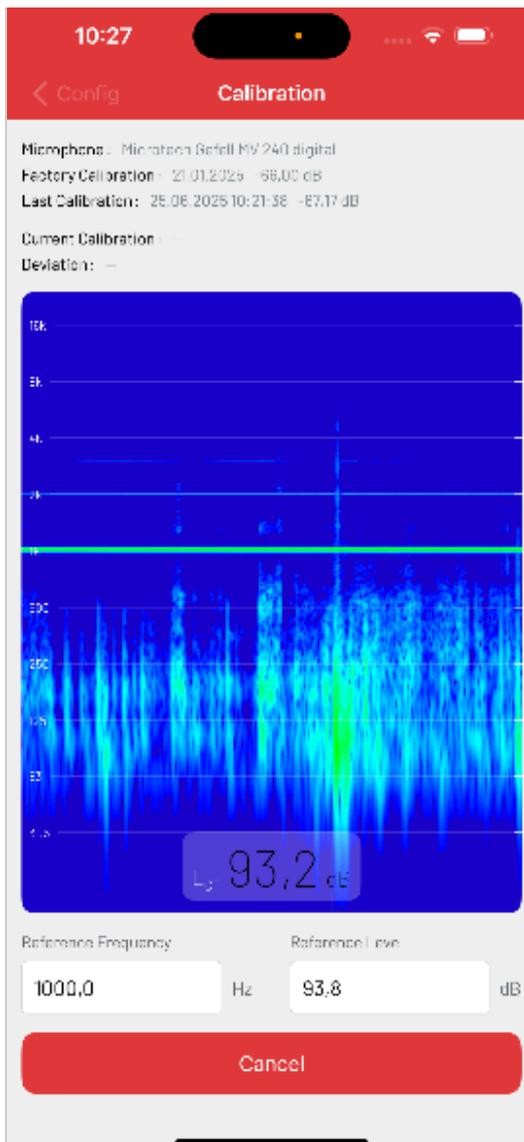

Abbildung 4.3
7. Die Kalibrierung kann mit Cancel abgebrochen werden (Abbildung 4.3).